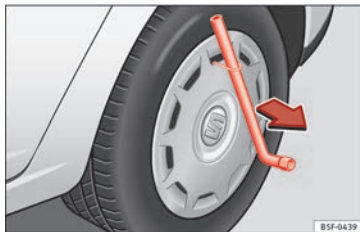

Fig. 182 Retirer l'enjoliveur intégral.
- Retirez l'enjoliveur plein de la roue à l'aide de l'étrier métallique » **fig. 182**.